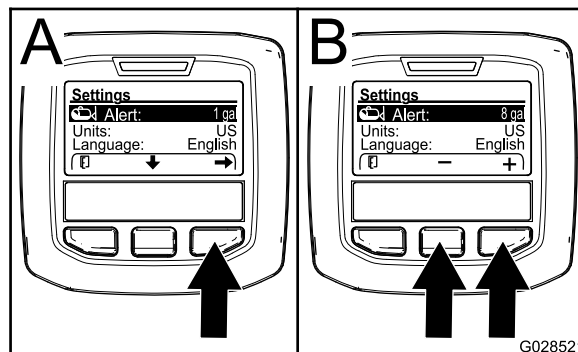

図 70
- 中央ボタンを押して、警報Alert設定をハイライトさせる 図 70。
- 右ボタンを押す 図 70。
- 中央ボタンと右ボタンを使用して、散布中にタンク残量は何パーセントになったら警報を表示させるかの設定を行う 図 70。